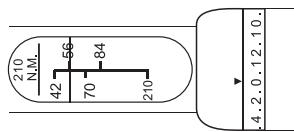

Fig. 1
- Positionnez l'échelle principale sur la valeur avec la division „56“ et le réglage de précision sur „0“. La clé dynamométrique est maintenant réglée sur 56 Nm (Fig. 1).